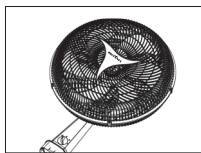

Figura 06
8. Encaixar a grade frontal na grade traseira introduzindo as linguetas nos respectivos alojamentos da grade traseira e observando que o logotipo BRITÂNIA deve ficar na horizontal (ver figura 06).